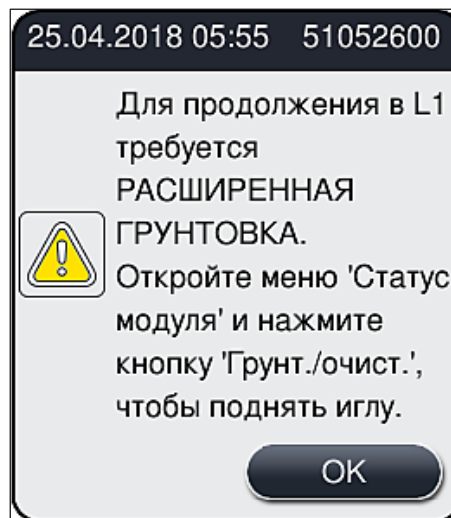

Рис. 100
2. Ознакомьтесь с информационным сообщением, появившимся после (→ Рис. 100), и подтвердите его нажатием на **ОК**.